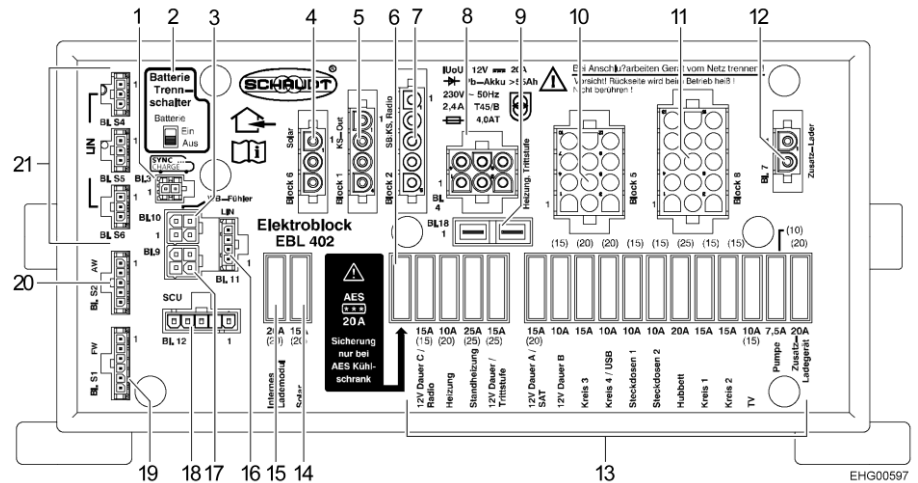

Bild 145 EI-block (EBL 402)
- Skjut batteri-brytaren (Bild 145,2) på el-blocket EBL 402 till läget "Aus" (av).
- Skjut batteri-brytaren (Bild 145,2) på el-blocket EBL 402 till läget "Ein" (på).